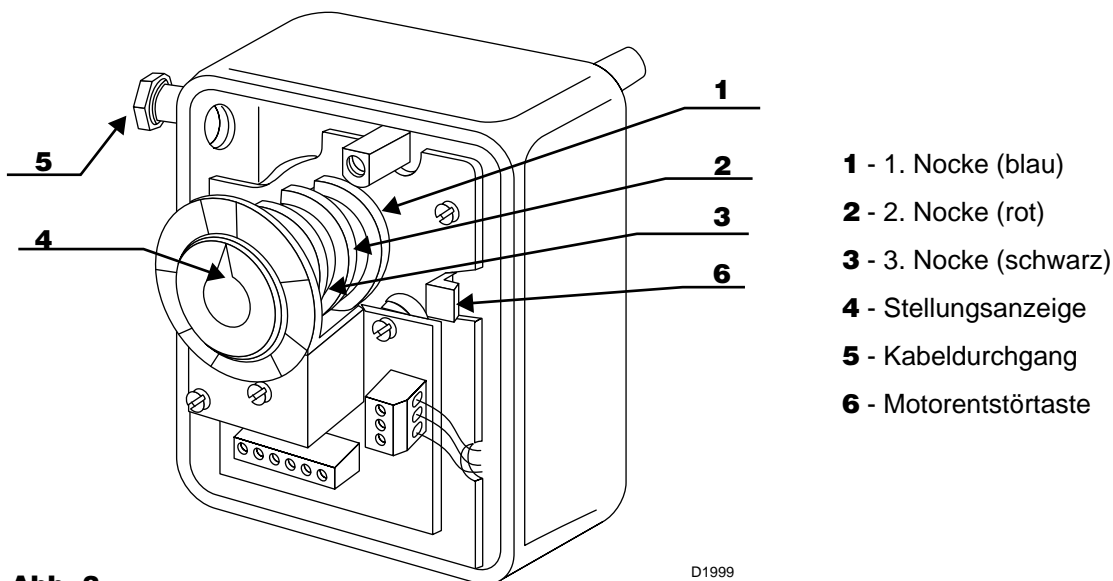

Abb. 2
- Nach dem Start sofort die Spannung am Stellmotor durch öffnen der Steckverbindung auf der Konsole (19, Abb. 1) abschalten. So bleibt der Brenner auf Min. - Last in Betrieb. Die Nocke (1) Abb. 5 vom Stellmotor durch Druck auf die Entstörtaste (6) (Abb. 2) lösen.
Die Luftklappeneinstellung wird durch Verstellung der Nocke mit einstellbarer Kurve vorgenommen. Dieser Vorgang soll nach der Druck-Brennerkopfeinstellung erfolgen. Wenn der Brenner in Betrieb ist, die Spannung am Stellmotor abschalten, und den Stellmotor durch Druck auf die Entstörtaste (6) (Abb. 2) austrasten.